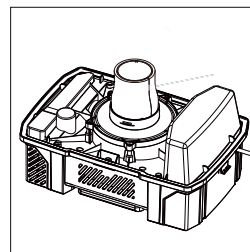

ABB. 4
- Für das Aufsaugen von Flüssigkeiten entfernen Sie den Patronenfilter und ersetzen ihn durch einen Schaumstofffilter. **(Abb. 4)**